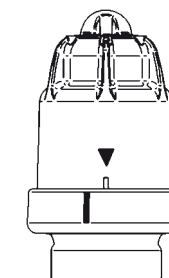

Figure 3
1. Positionner la commande manuelle sur Ouvert comme indiqué à la figure 3 (= état départ usine ; facilite la fixation par vissage).
Appuyer légèrement sur le capuchon et le tourner vers la gauche (dans le sens inverse des aiguilles d'une montre) jusqu'à ce qu'il se soulève. Les index ne sont plus alignés (voir figure 3). La vanne est désormais ouverte.